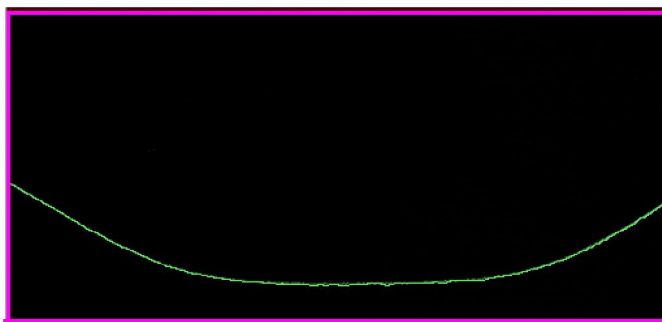

Рисунок 15 – Нижняя границы ленты нагруженного конвейера
1. Остановите нагруженный конвейер. Перенесите транспортируемый материал совком либо другим приспособлением равномерно по обе стороны от лазерного луча так, чтобы луч достиг поверхности ленты, но расстояние от луча до материала было минимальным. Рассыпая выбираемый материал по поверхности на обе стороны, необходимо сохранить суммарную нагрузку на ленту. На главном экране будет видно проседание ленты конвейера (рисунок 15).